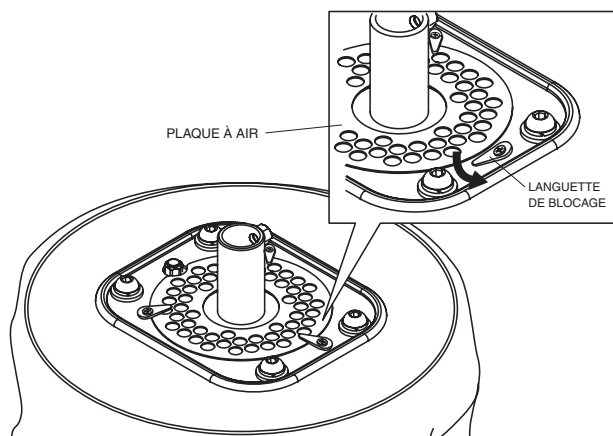

Figure 45. Accéder au filtre
2. Tourner l'assemblage ballon/lampe à l'envers pour accéder au filtre. Voir Figure 45.
3. Tourner les languettes de verrouillage vers l'extérieur pour déverrouiller la plaque à air. Voir Figure 45.